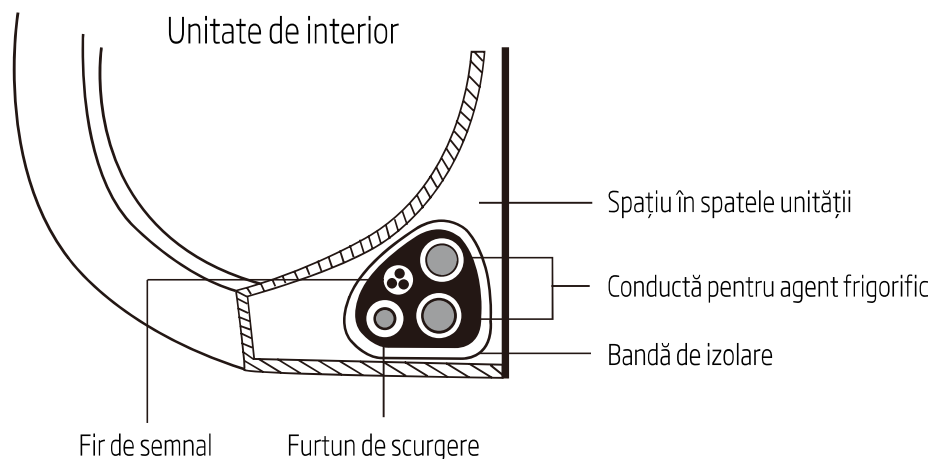

Fig. 5.10
- Strângeți în mănunchi furtunul de scurgere, conductele pentru agentul frigorific și cablul de semnal conform Fig. 5.10.
3. Înfășurați cu bandă de izolare firul de semnal, conductele pentru agent frigorific și furtunul de scurgere strâns împreună. Verificați din nou dacă toate elemente sunt strânse în mănunchi, în conformitate cu Fig. 5.10.